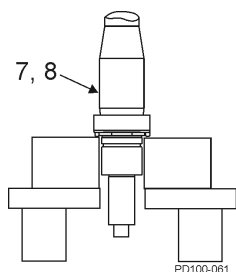

Figura 47 - Eje de grasa
1. Lubrique el área del rodamiento delantero del eje (Figura 47, artículo 7, 8) con aceite o grasa. Colóquelo en posición vertical en una prensa hidráulica con el cabezal dosificador hacia abajo.